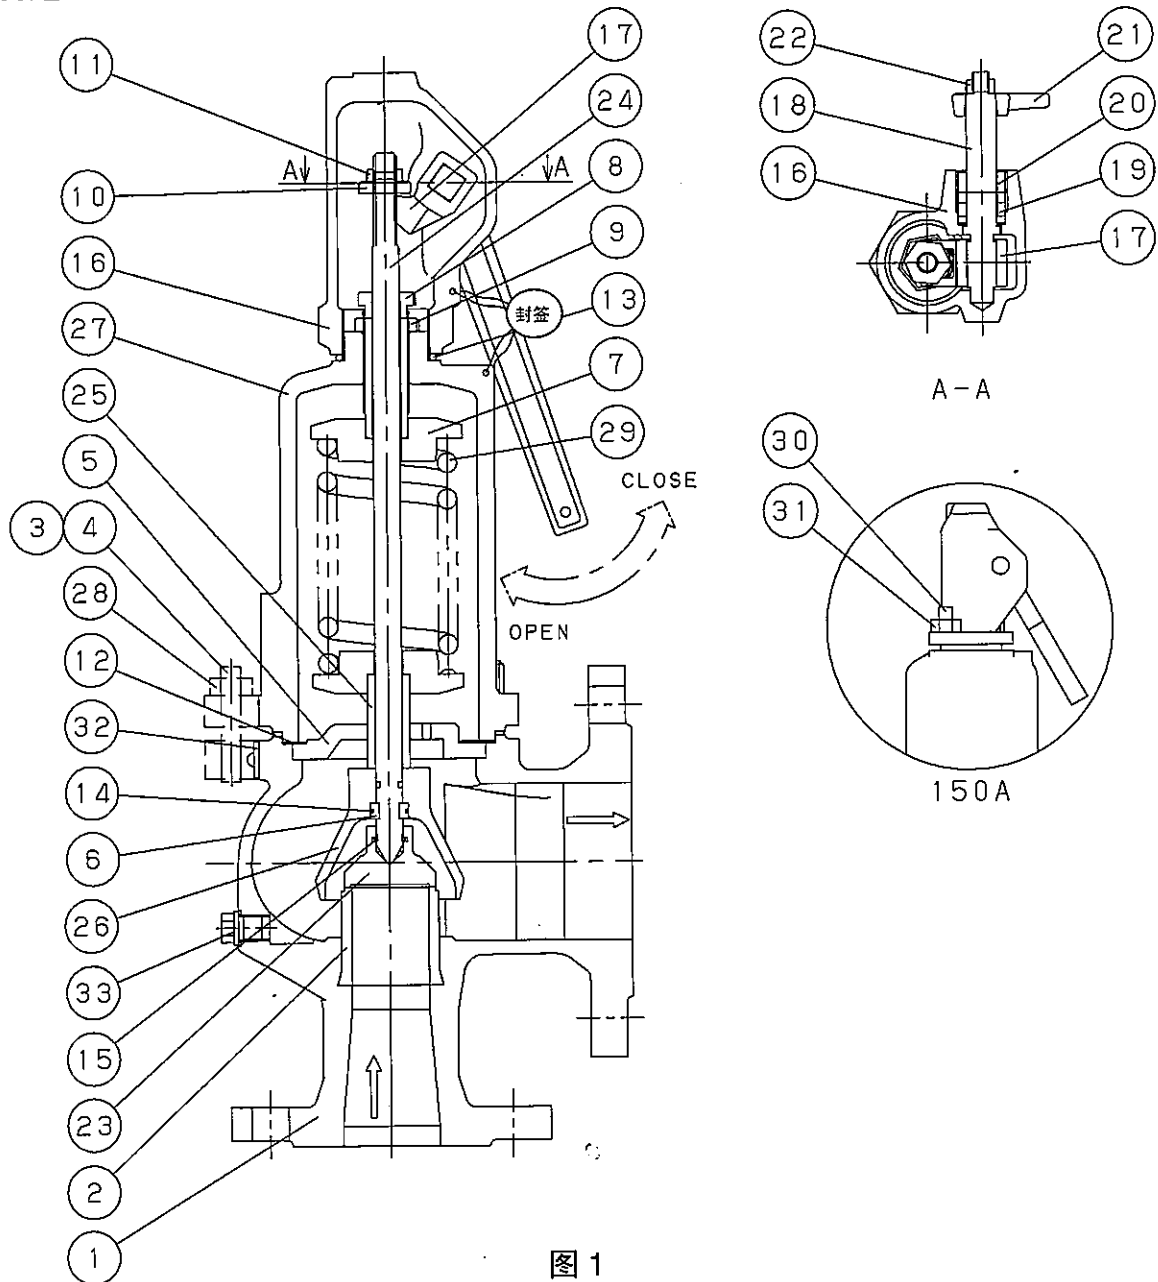

图 1
- (1) 请通过操作手柄 No.21, 对阀门进行排放来对安全阀实施动作确认 (关于手柄的操作, 请参照图 1)。通过移动手柄来缓和弹簧的负荷, 将阀瓣略微提升, 使流体泄出。
- (2) 在操作手柄时, 请将压力提升至设定压力的80%。并且, 在操作手柄之后, 请将手柄复原到原位置。提升流体压力时, 请事前确认安装在配管上的机器未出现任何问题。